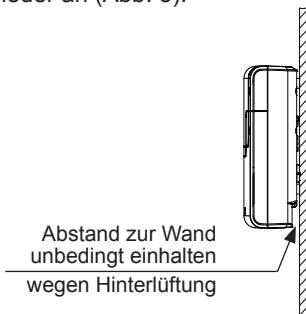

Abb. 1
1. Nehmen Sie die untere Abdeckung des Leistungsschaltgerätes ab. Dazu lösen Sie die 3 Schrauben komplett und ziehen den unteren Gehäuse-Deckel kurz nach unten und dann nach vorne ab (Abb. 1).